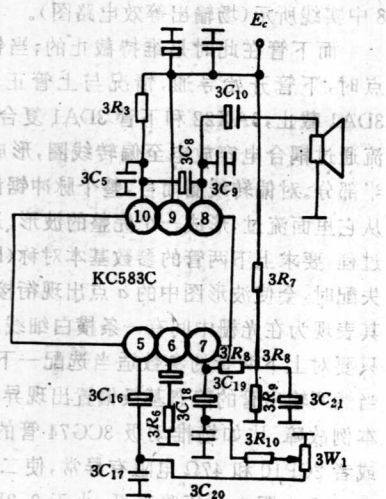

图 1
分析检修:这种故障多发生在集成电路的电视机中。如图 1 所示, KC583C ⑦⑧⑨脚外接电路图, 当与 ⑦脚连接的滤波电容 $3C_{21}$ 开路或失效时, 会使本级产生低频振荡。 $3C_{21}$ 是伴音集成块 KC583C (音频放大电路) 中 BG_{17} 基极偏置电路 ($3R_7$ 、 $3R_8$ 、 $3R_9$) 的滤波电容器。当它开路后, 电源中的纹波或伴音功率输出的起伏都会反馈到输入端引起振荡。当电位器调到最小位置时, 反馈量通过 $3C_{19}$ 到地, 使之旁路; 当电位器调到最大位置时, 反馈量通过 $3C_{19}$ 和 $3C_{16}$ 到 ⑤脚由 BG_{16} 发射极电阻 R_{21} 到地, 也将旁路; 但当电位器调到中间时, 电位器两边都为 $23k\Omega$ 左右, 使反馈量无法旁路而引起自激, 这种情况更换 $3C_{21}$ 即可。